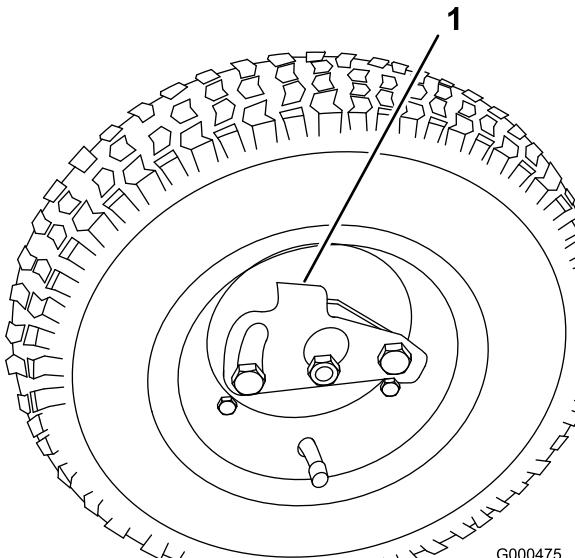

図 8
- 車輪についているロック・クリップが車軸に掛かるようにして車輪を車軸に通す（図 8）。